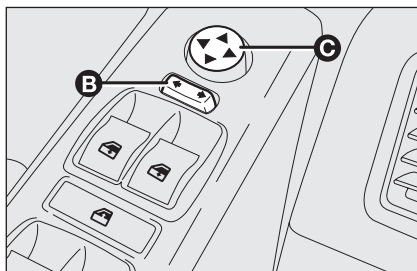

fig. 55
- mediante l'interruttore **B**-fig. 55 selezionare lo specchio (sinistro o destro) su cui eseguire la regolazione;